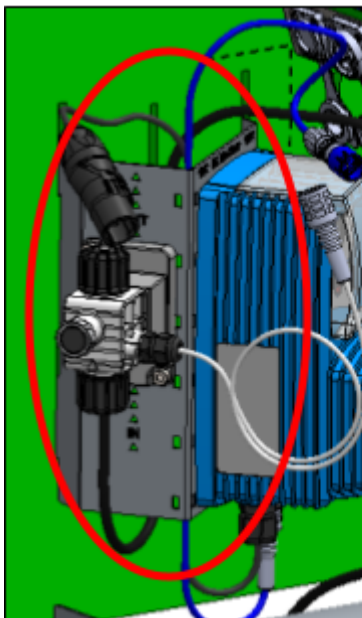

Figure 27.
- Glissez délicatement le panneau de pompe dans les fentes prévues à cet effet sur le panneau mural, puis abaissez-le verticalement jusqu'à ce qu'il soit solidement fixé. Voir figures 27 et 28.
Reportez-vous à la figure 27 pour connaître la position correcte des câbles.